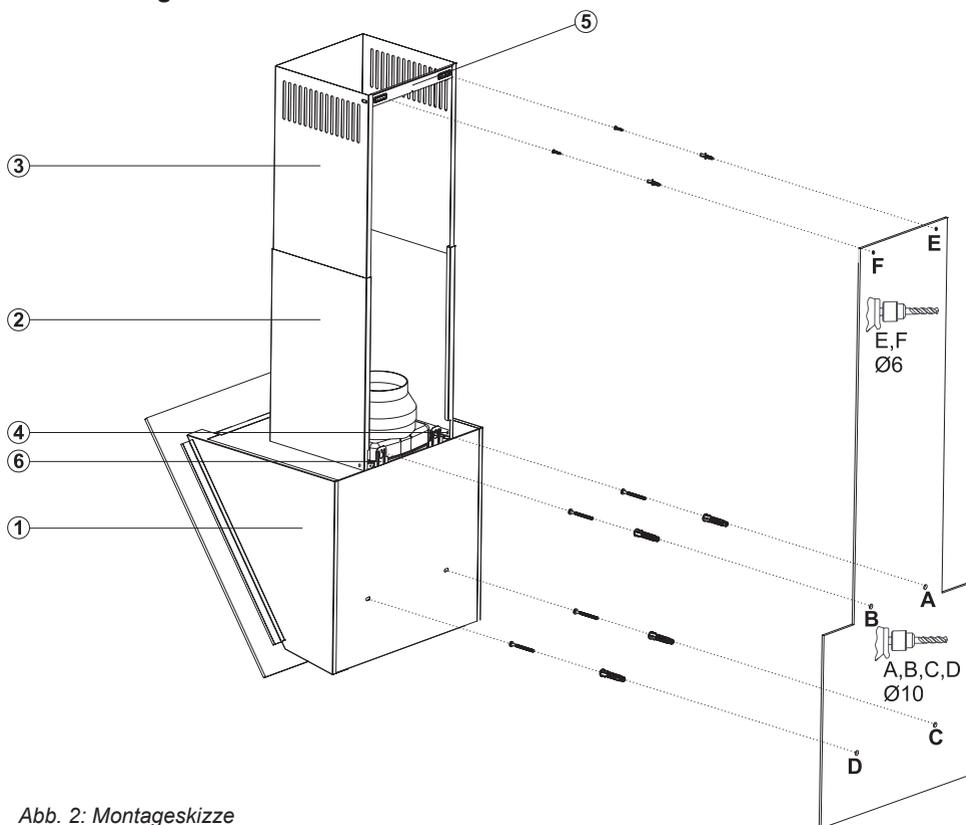

Abb. 2: Montageskizze
Der Elektroanschluss erfolgt an eine Steckdose, die meistens hinter dem Grund- oder Teleskopschacht (\Leftrightarrow Abb. 2) positioniert wird.
- Löcher der Befestigungspunkte A, B C und D bohren, Dübel einsetzen und die Schrauben an den Punkten A+B zu $\frac{3}{4}$ eindrehen (\Leftrightarrow Abb. 2). Die Montagelaschen oben hinten am Haubenkörper herausziehen und festschrauben.
Grund- und Teleskopschacht (⇔ Abb. 2 S.14) werden nun montiert.